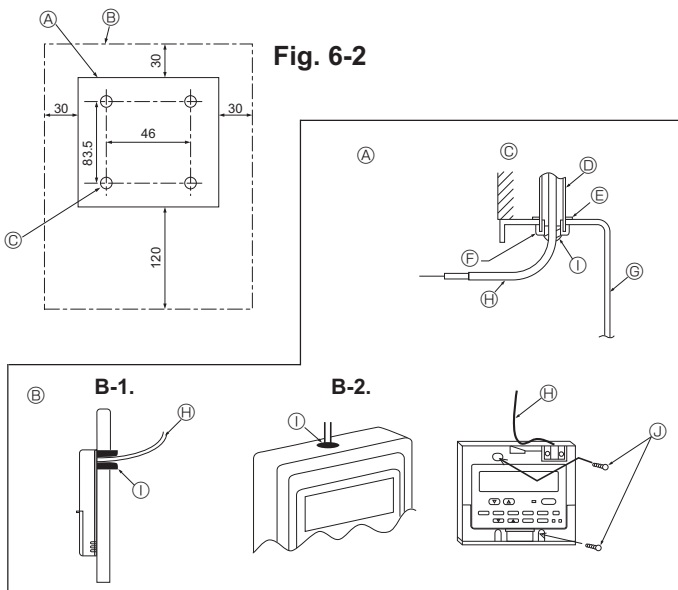

Fig. 6-2
(1) Aufstellungsort für Fernbedienung auswählen. (Fig. 6-2)
##### [Fig.6-2]